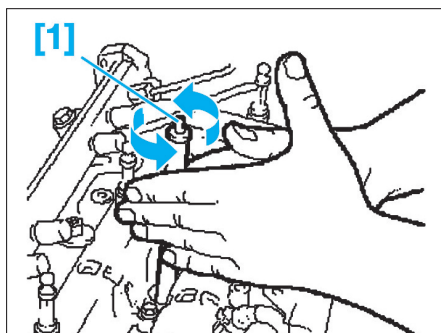

FIG. 34
- Nettoyer les sièges d'injecteurs avec l'outil [1] (Fig.34).